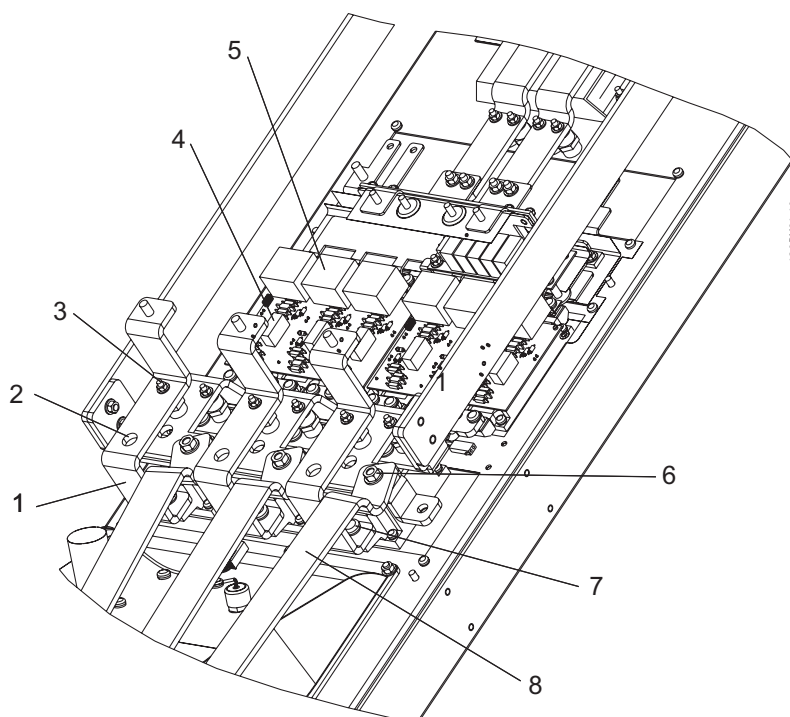

Abbildung 7.23: IGBT-Module (1 von 3), D2/D4
8. 12 Halteschrauben (6 pro Modul) am oberen Teil der IGBT-Module ausschrauben. Diese Schrauben befestigen ebenfalls die Snubber-Kondensatoren an den IGBT-Modulen (siehe Abbildung 7.23, Pos.5, zur Lage der Snubber-Kondensatoren). Snubber-Kondensatoren ausbauen.